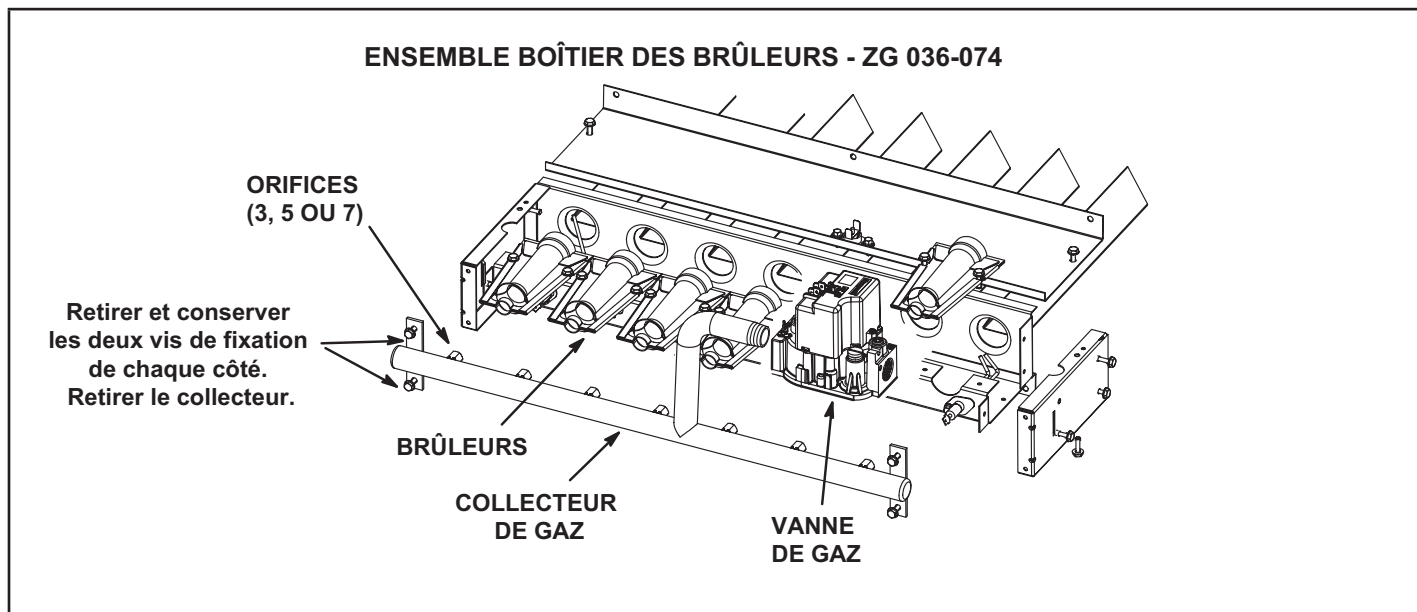

Figure 2
- 3 - Retirer et conserver les quatre vis de fixation du collecteur au boîtier des brûleurs. Retirer le collecteur. Voir Figure 2, 3, 4 ou 5.